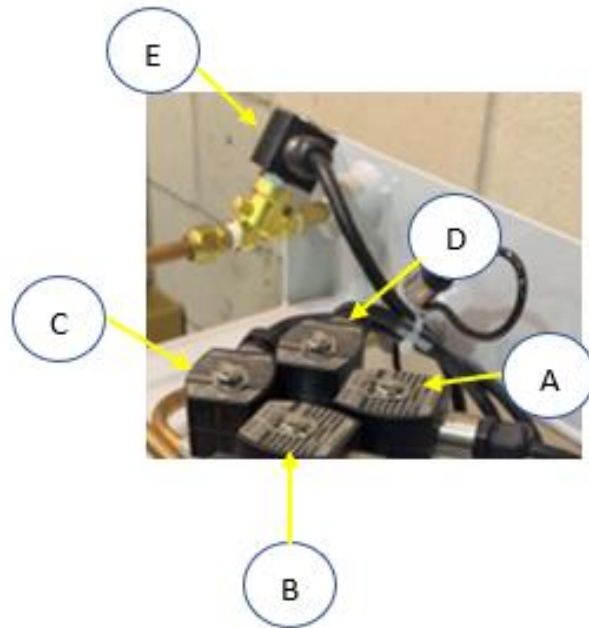

Figura 9-19: Válvulas del colector
1. Retire los solenoides A, B, C y D en el colector de las cuatro válvulas de control. No retire el solenoide E. **Vea la Figura 9-19.**